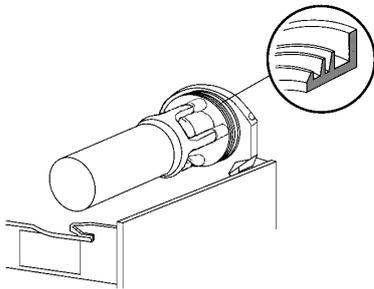

figura 13
2 Lubricar el pistón grifo, el rascador interior (en los puntos A, B y C indicados en la figura 13) utilizando solamente la grasa suministrada por el fabricante u otra grasa para uso
- 4 Volver a montar en su alojamiento la junta del contenedor. NOTA: El borde de mayor diámetro debe ser apoyado en la pared posterior (ver figura 13).